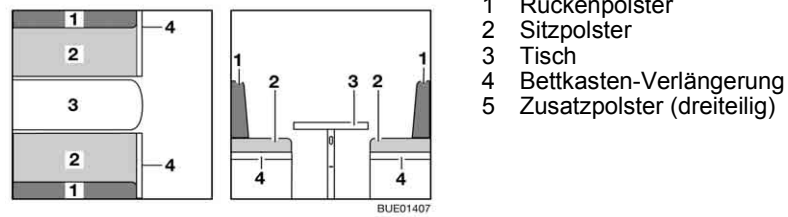

Bild 115 Vor dem Umbau
- Tisch (Bild 115,3) zum Bettunterbau umbauen (siehe Abschnitt 6.12).
- Bettkasten-Verlängerung (Bild 115,4) ausklappen.
- Die Rückenpolster (Bild 115,1) abnehmen und auf den Tisch legen.